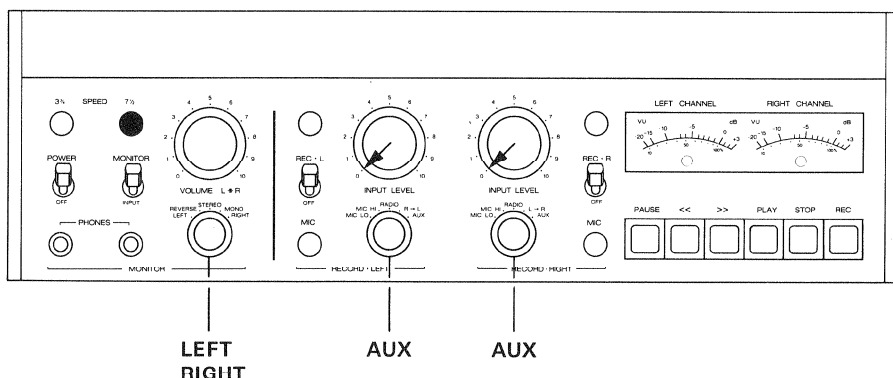

Fig. 6.5.-3
- Bedienungselemente nach Fig. 6.5.-3 einstellen.
- NF-Millivoltmeter an Ausgang (51) OUTPUT L anschliessen.